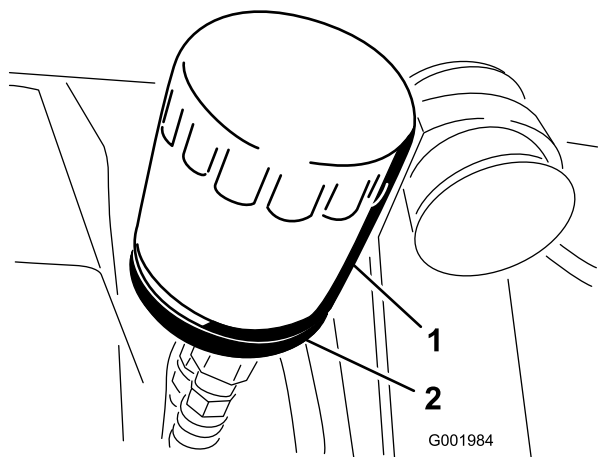

Figure 47
2. Déposez le filtre à huile (Figure 47).
5. Posez le filtre à huile de rechange sur l'adaptateur. Tournez le filtre dans le sens horaire jusqu'à ce que le joint touche l'adaptateur, puis donnez 1/2 tour supplémentaire (Figure 47).